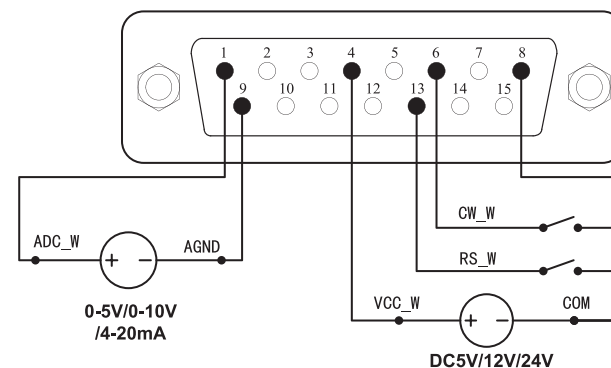
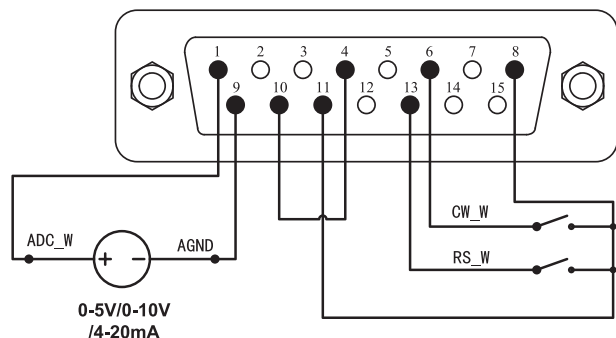

图9 外控模式连接外部电源接线图
图10 外控模式连接内部电源接线图
- 在切断电源状态下，按照下面接线图9或图10接好电路，将DB15接口连接到泵的背部接口上。